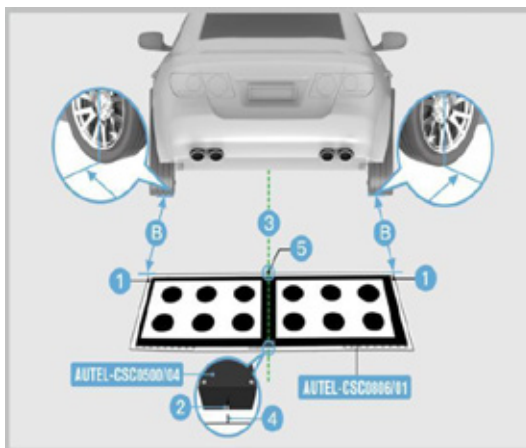

Abbildung 3-47 Positionierung des Musters hinter dem Fahrzeug
1. Legen Sie das Muster AUTEL-CSC0806/01 direkt hinter das Fahrzeug. Messen Sie den Abstand zwischen der Mitte der Hinterräder ($B=1,47\text{ m} - 1,90\text{ m}$) und der markierten Linie (①). Achten Sie darauf, dass die Abstände auf beiden Seiten gleich groß sind.
2. Positionieren Sie den Laser AUTEL-CSC0500/04 wie in Abbildung 3-47 dargestellt und schalten Sie den Laser ein. Richten Sie die markierte Linie (②) auf der Rückseite des Lasers und den Laserstrahl (③) an den entsprechenden markierten Linien (④) und (⑤) auf dem Muster aus.
3. Bewegen Sie das Muster AUTEL-CSC0806/01 nach links oder rechts, um den Laserstrahl (③) auf die Mitte des Fahrzeugemblems zu richten. Schalten Sie den Laser aus und bewahren Sie ihn auf.